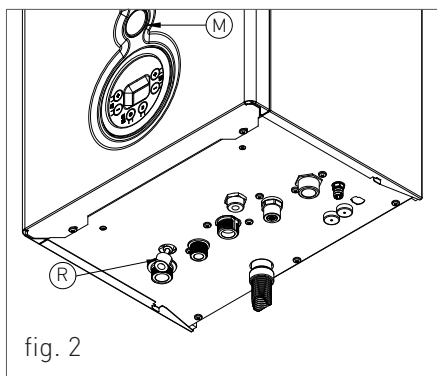

fig. 2
**QUESTA CALDAIA PUÒ ESSERE INSTALLATA IN UN LUOGO PARZIALMENTE COPERTO (VEDI FIG.2 AL CAPITOLO 'SPAZI TECNICI MINIMI E POSIZIONAMENTO').**
- aprire il rubinetto di carico "R" (fig. 2);
4. controllare attraverso il manometro "M" (fig. 2) che la pressione dell'impianto raggiunga 1.2 bar (fig. 4);
5. ad operazione avvenuta, assicurarsi che il rubinetto di carico "R" (fig. 2) sia ben chiuso.
agire sul morsetto esterno 'ME' (vedi fig. 2), che si trova all'esterno del pannello comandi, nel seguente modo: